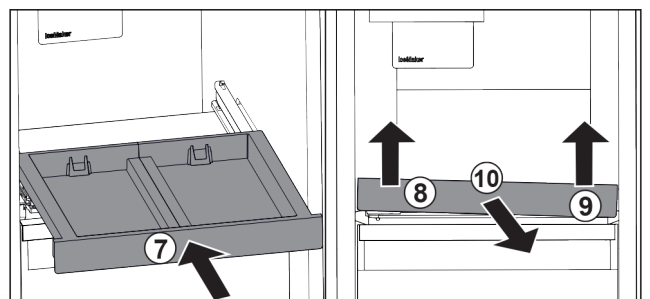

Fig. 91
- ▶ Vstavite izvlečno polico. Fig. 91 (7)
- ▶ Izvlečno polico dvignite naprej levo. Fig. 91 (8)
- ▶ Izvlečno polico dvignite naprej desno. Fig. 91 (9)
- ▶ Izvlečno polico odstranite v smeri naprej. Fig. 91 (10)